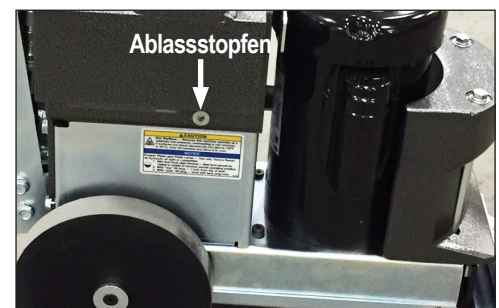

ABB. 13
- **Flüssigkeit wechseln:** Nehmen Sie, wenn Sie die Hydraulikflüssigkeit wechseln wollen, die Kappe des Einfüllstutzens ab. Nehmen Sie den Ablassstopfen von der Seite der Maschine ab (Abb. 13). Ein 8 Liter fassender Behälter wird benötigt, um die abgelassene Flüssigkeit aufzufangen. (Die Flüssigkeit wird nicht aus den Schläuchen entfernt.) Unabhängig davon, wie das Siebssystem der Maschine aussieht, ist Hydraulikflüssigkeit über einen Filter oder Trichter mit Sieb nachzufüllen, um diese nicht zu verunreinigen.